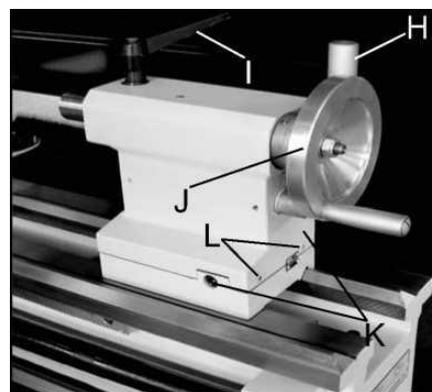
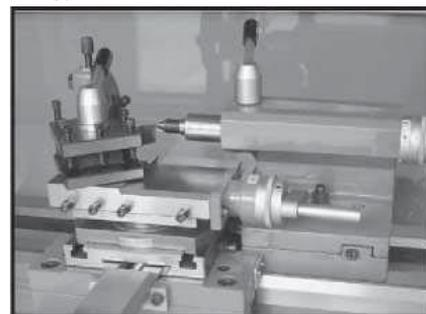

Рис. 16
Рис. 18
17. Зажимная ручка задней бабки (Н, рис. 16)
18. Зажимной рычаг пиноли задней бабки (I, Рис. 16 рис. 16)
19. Маховик поперечного хода пиноли задней бабки (J, рис. 16)
20. Регулировка смещения задней бабки (K, Рис. 16)
Три установочных винта (K, Рис. 18), расположенные на основании задней бабки, используются для смещения задней бабки при резке конусов. Ослабьте фиксирующие винты (L, Рис. 16) на конце задней бабки. Ослабьте один установочный винт, затягивая другой, пока величина смещения не будет указана на шкале. Затяните стопорный винт.
При необходимости уложите стальные прокладки под инструмент, чтобы достичь необходимой высоты (Рис. 18).